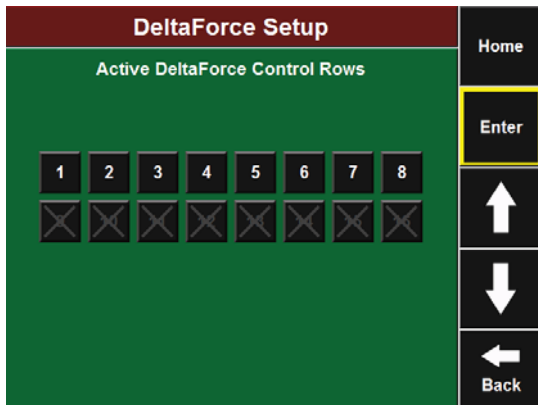

Ilustración 10
2.9 Seleccione cualquier fila que el operador no quiera tener activa en DeltaForce. Aparecerá una "X" a través de las filas que no están activas. La aplicación común para desactivar ciertas filas sería sembradoras con DeltaForce solo instalado en las filas de maíz. Consulte la Ilustración 10.